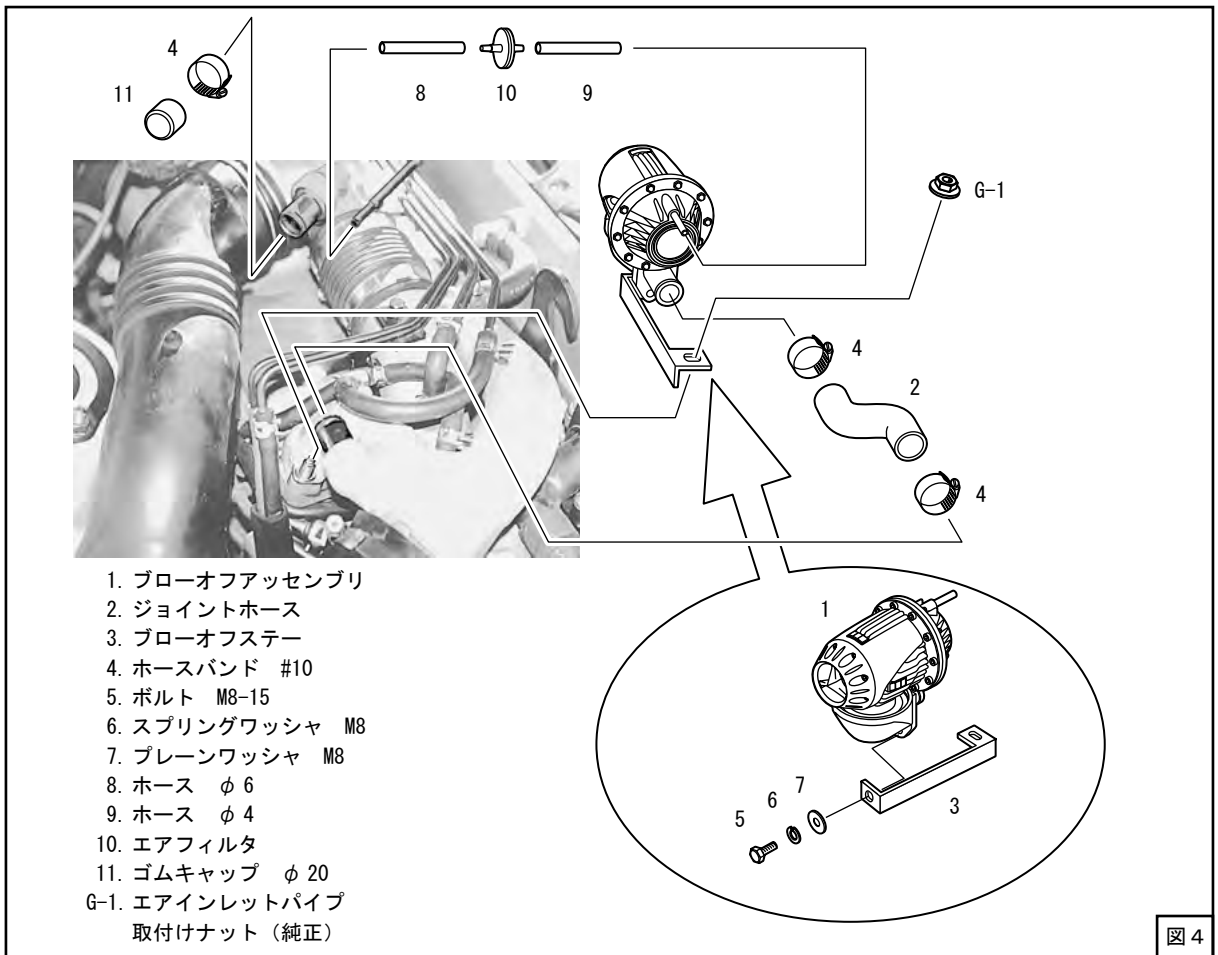

図4
- (1) ブローオフスター、ジョイントホースをブローオフアッセンブリに組付けてください。(図4)
- (2) ゴムキャップをサクションパイプに取付けてください。(図4)
- (3) ブローオフスターをエアインレットパイプ取付けナットを使用して取付けてください。(図4)
- (4) キットパーツを仮付けしてください。(図4、図6、図7)
ホースφ6・ホースφ4は適当な長さに(ある程度余裕を持たせて)切って使用してください。(図4、図6)
- (6) ブローオフアセンブリのニップル部に取付けたホースφ4をタイラップで縛り、固定してください。(図4、図5)